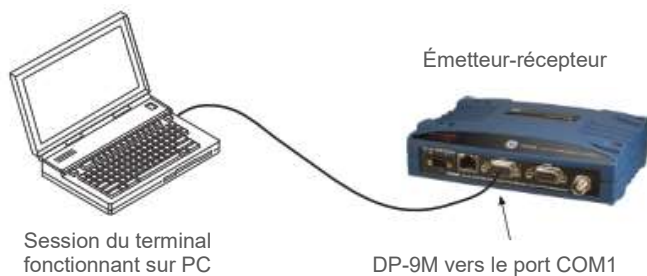

Figure 5. Installation pour la configuration PC
1. Connectez un câble Ethernet (droit ou croisé) entre la radio et un PC comme indiqué dans Figure 5.